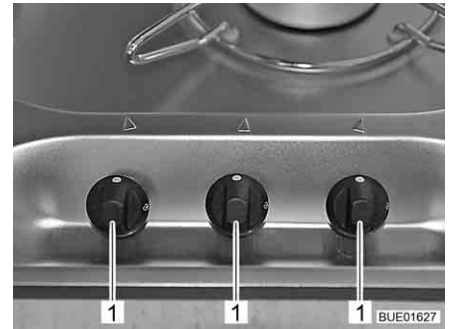

Bild 216 Reglage, knappar för gasspis
- Vrid vridregulatorn (Bild 216,1) till önskad låga till tändningsläge (stor låga).